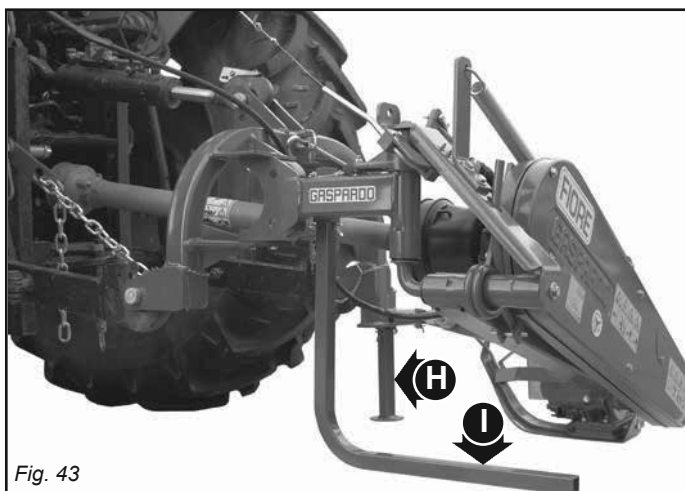

Fig. 43
- Por último, guardarla en un ambiente seco, en modo estable, y lejos del alcance de personal no autorizado. La segadora debe estar en un terreno plano y compacto sostenida con los relativos pilares de sostén (H-I, Fig. 43).